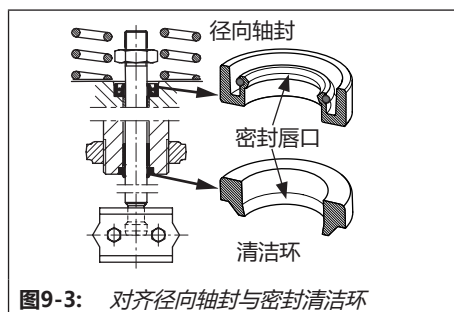

图9-3: 对齐径向轴封与密封清洁环
6. 使用合适工具安装径向轴封。确保径向轴封正确对齐 (请参见图9-3)。